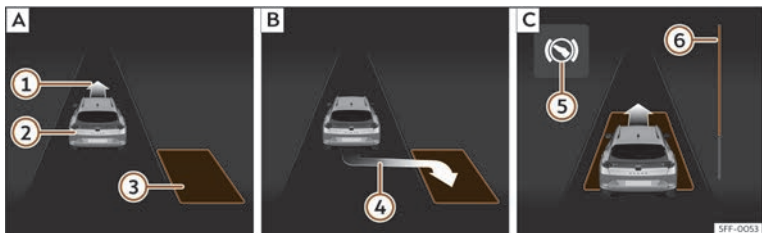
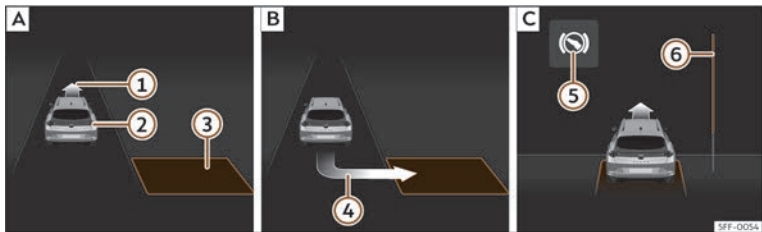

Fig. 151 Na pantalla do quadro de instrumentos: aparcar en liña. **[A]**: Buscar un oco de estacionamento. **[B]**: Posición para aparcar. **[C]**: Manobrar.
Fig. 152 Na pantalla do quadro de instrumentos: aparcar en batería. **[A]**: Buscar un oco de estacionamento. **[B]**: Posición para aparcar. **[C]**: Manobrar.
aparcar >>> **fig. 151 [B]** ou >>> **fig. 152 [B]**. O espazo considerárase “axeitado” se na pantalla do quadro de instrumentos aparece a indicación de aparcar ④.
- Retroceda ata que soe o sinal continuo do ParkPilot; **OU BEN:** retroceda ata que na pantalla do cadro de instrumentos apareza a indicación de dar marcha adiante >>> **fig. 151** [C] ou >>> **fig. 152** [C]; **OU BEN:** retroceda ata que na pantalla do cadro de instrumentos apareza a mensaxe **Park Assist finalizado**. A barra de progreso [E] indica a distancia que hai que percorrer.
- Vaia marcha adiante ata que soe o sinal continuo do ParkPilot; **OU BEN:** vaia marcha adiante ata que na pantalla do cadro de instrumentos apareza a indicación de dar marcha atrás. O sistema de aparcamento asistido dirixe o vehículo marcha adiante e marcha atrás ata centralo no espazo >>> **fig. 151** [C] ou >>> **fig. 152** [C].
A barra de progreso >>> **fig. 151** [E] e >>> **fig. 152** [E] amosa simbolicamente na pantalla do cadro de instrumentos a distancia relativa que aínda queda por percorrer. Canto maior sexa a distancia, máis chea está a barra de progreso. Ao circular marcha adiante, o contido da barra de progreso diminúe cara arriba e, ao circular marcha atrás, diminúe cara abaixo.